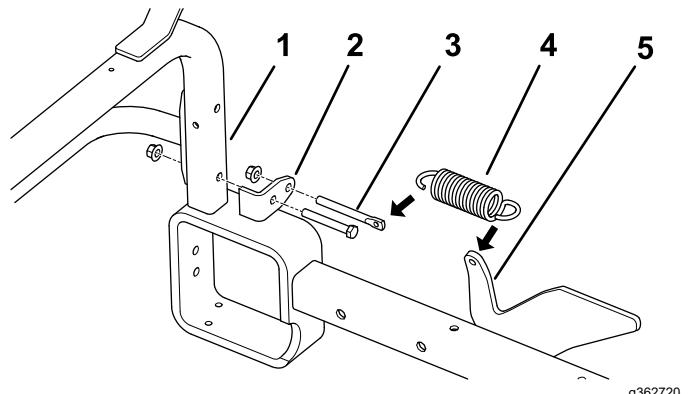

Figure 14
2. Retirez l'écrou et le boulon **inférieurs** qui fixent chaque support de montage du tube d'attelage aux tubes verticaux du cadre (Figure 14).
**Remarque:** Positionnez les supports de ressorts, comme montré à la Figure 14.